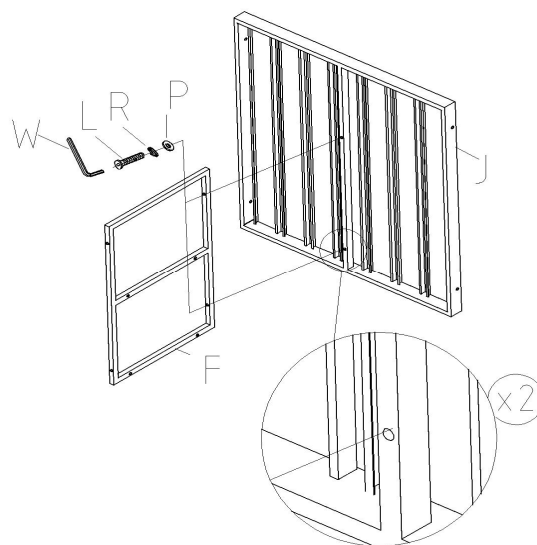

Figure 1
1. Attacher le diviseur (F) au dos (J) avec 2 boulons $\frac{1}{4}$ in x 30 mm (L), 2 rondelles plates (P) et 2 rondelles élastiques (R) à l'aide de clé Allen (W) comme affiché à droite, (voir Figure 1).